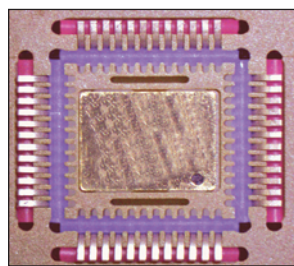

図 33: CI のGround Insert (Eco™-1 コンタクト)
- 2] “CI” — a Copper Insert (銅板挿入) 3x3 パッケージ (図 33 参照)